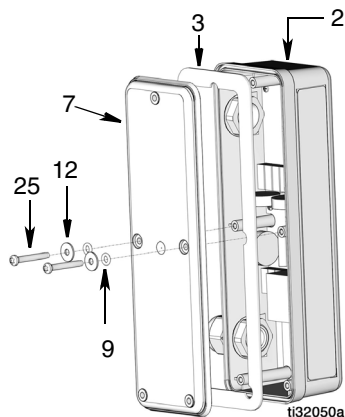

FIG. 34
4. Quite los dos tornillos (12), las arandelas (25) y la junta tórica (9) de la tapa del PAC (7) y desmonte la tapa y la junta (3) del alojamiento del sistema eléctrico del PAC (2) (FIG. 34).
- Instale el sello (3) dentro de la tapa del PAC (7) (Fig. 34).
- Monte la tapa encima del alojamiento del PAC (2). Compruebe que todos los orificios de tornillos de la tapa y del alojamiento estén bien alineados (Fig. 34).